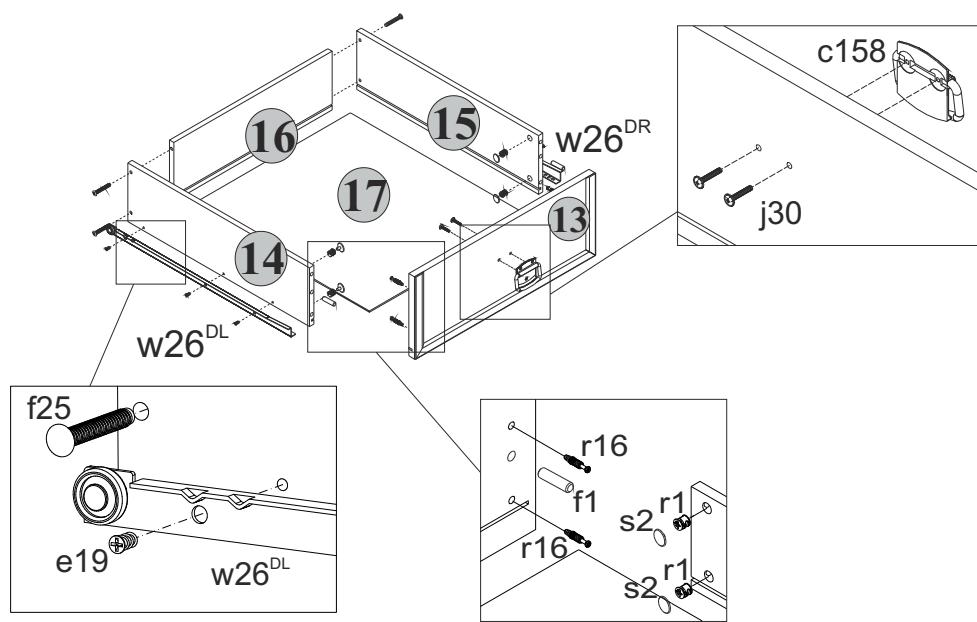

Рис. 3
5.23 В отверстия диаметром **8 мм** на передних кромках стенок боковых **14** и **15** ящиков вбить деревянные шканты **f1** (см.рис.3).
5.24 В отверстия диаметром **15 мм** на внутренних поверхностях стенок боковых **14** и **15** ящиков вставить стяжки эксцентриковые **r1** (см.рис.3).
5.25 В отверстия диаметром **5 мм** на внутренних поверхностях панелей ящиков **13** с помощью крестообразной отвертки вкрутить винты стяжки **r16** (см.рис.3).
5.27 Соединить панели ящиков **13** с корпусами ящиков и затянуть стяжки эксцентриковые **r1**, пользуясь специальным ключом **z1**. Закрыть стяжки эксцентриковые заглушками **s2** (см.рис.3).